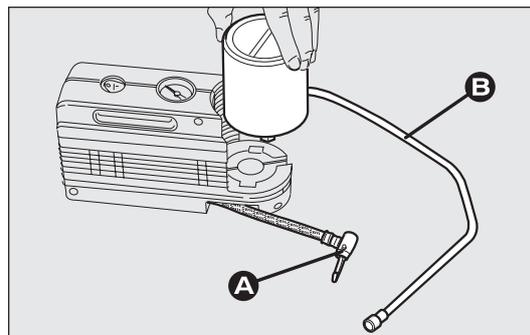

fig. 157
- disinserire l'innesto A-fig. 157;